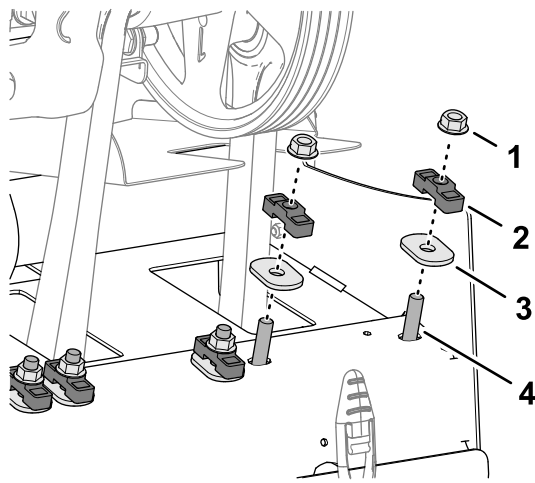

Figura 121
1. Retire las 2 contratueras con arandela prensada que sujetan el eje del amortiguador roto-link al bastidor trasero de la máquina (Figura 121).